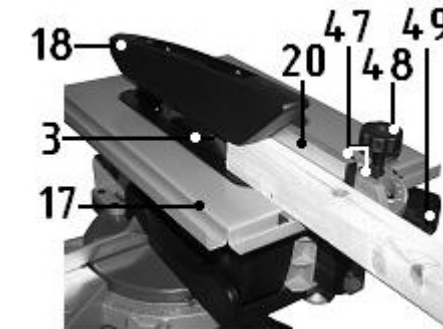

Рис. 11
11.2. Продольное пиление (Рис.11)